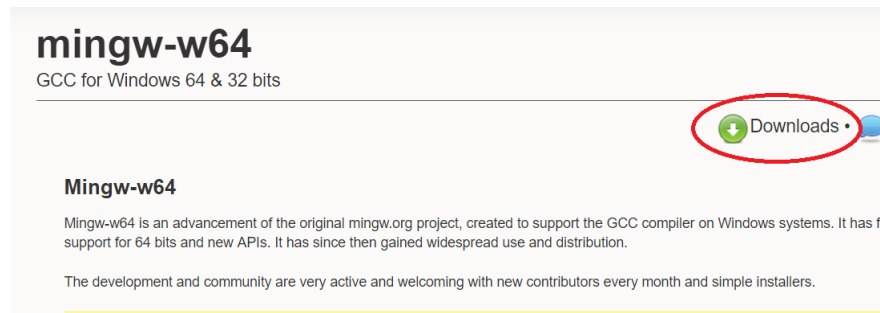

Figura 7: Página de descargade MinGW.
1. Vaya a la página de descargas del programa (<https://www.mingw-w64.org/doku.php>) y tras picar en "Downloads", pique en "Mingw-W64-builds" (Figura 7 y 8).